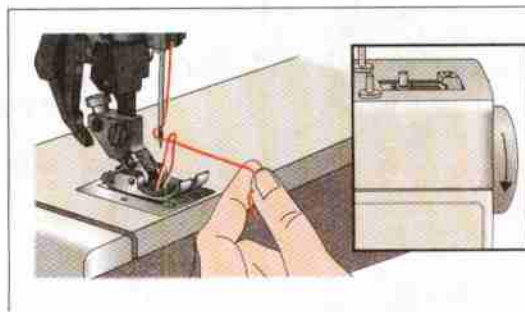

Рис. 74. Выведение нижней нитки наверх
1.левой рукой натянуть верхнюю нитку, заправленную в иглу, а правой рукой повернуть маховик на себя. Игла опустится вниз, захватит нижнюю нитку и вернётся в верхнее положение, вытягивая нитку за собой (рис. 74).